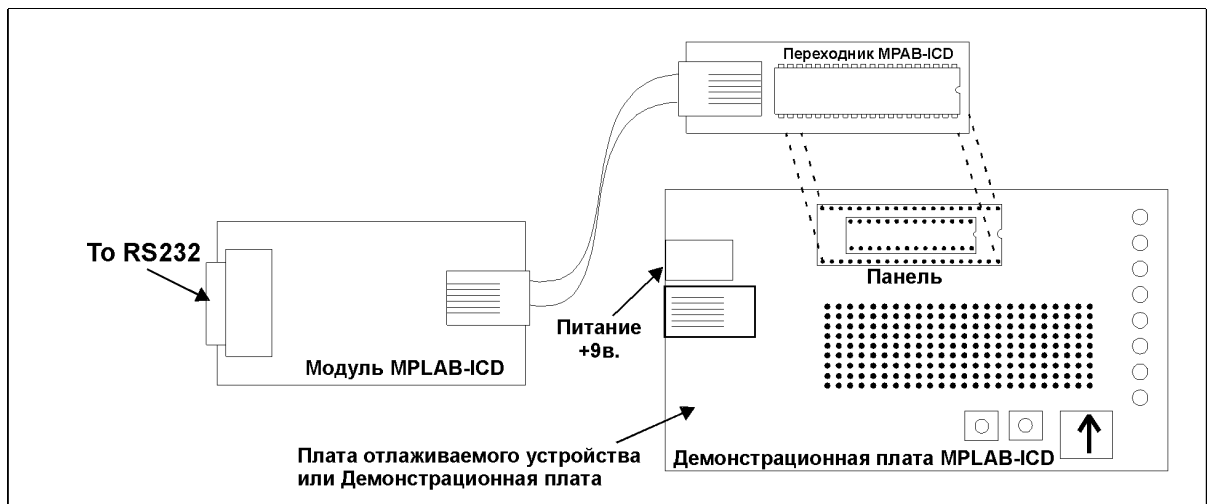

Рисунок 2.2 Подключение аппаратной части MPLAB-ICD.
- Вставьте Переходник MPLAB-ICD в соединительную панельку Демонстрационной платы или Отлаживаемой платы (Рисунок 2.2). Если вы отлаживаете 28-pin микроконтроллер, включите Переходник MPLAB-ICD в 28-pin SDIP панель Демонстрационной или Отлаживаемой платы через 28-pin SDIP соединительную панель.